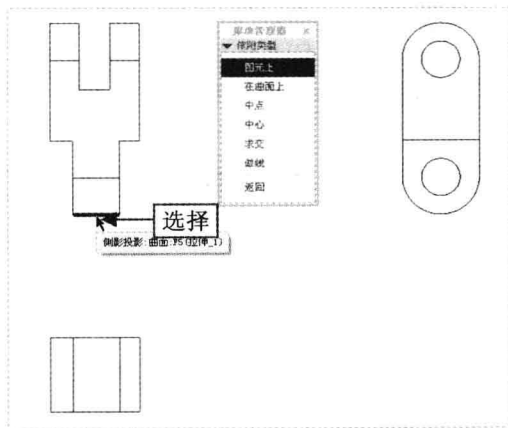

图 12-72 选择边线
Step 03 弹出“依附类型”菜单管理器，在绘图区左下方图形的下方合适边线上单击鼠标左键，选择边线，如图 12-72 所示。